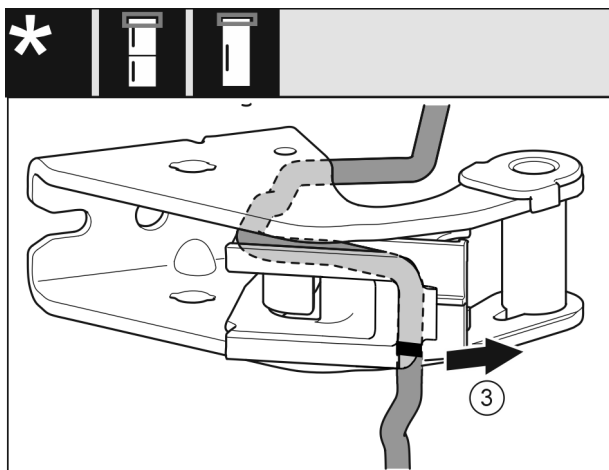

Fig. 27
- ▶ Demontaţi cablul cu suportul de cablu de pe consola de lagăr. Fig. 27 (3)